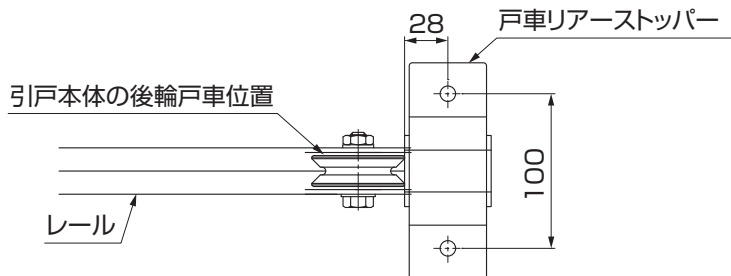

図15-3
③引戸本体を開けた状態で引戸本体の戸車の後輪の位置にあわせて戸車リアーストッパーを位置合わせしてください。(図15-3参照)
(2) 下穴の加工